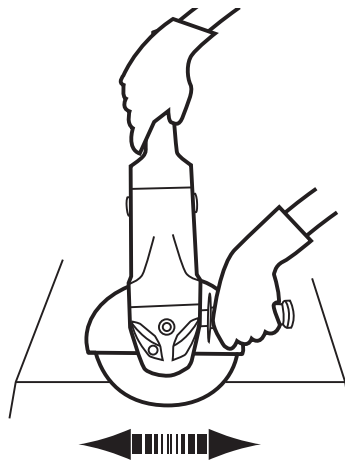

Abb. 19
2. Führen Sie das Elektrowerkzeug mit gleichmäßigen Hin- und Her-Bewegungen über das Werkstück (Abb. 19).